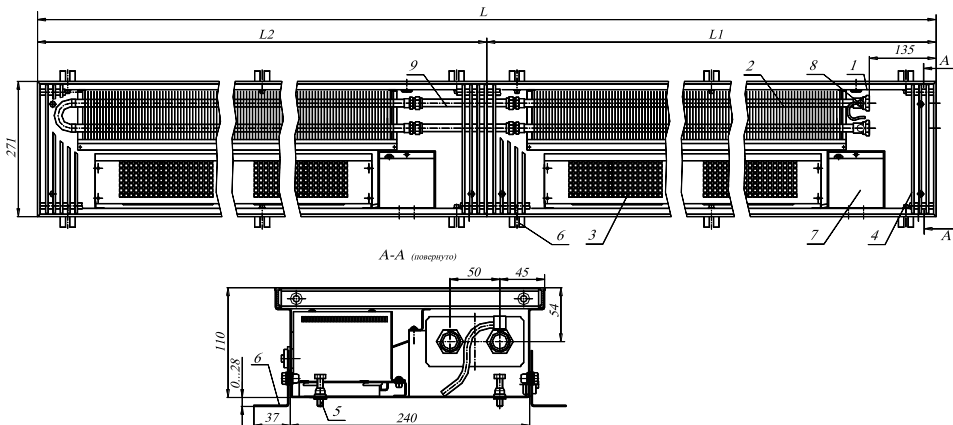

Рис.1 Конвектор КVK 27.11.310...600 – VK (VT) - П.
4.2 Размеры и технические характеристики приборов представлены на Рис.1,2,3,4 и в таблицах.